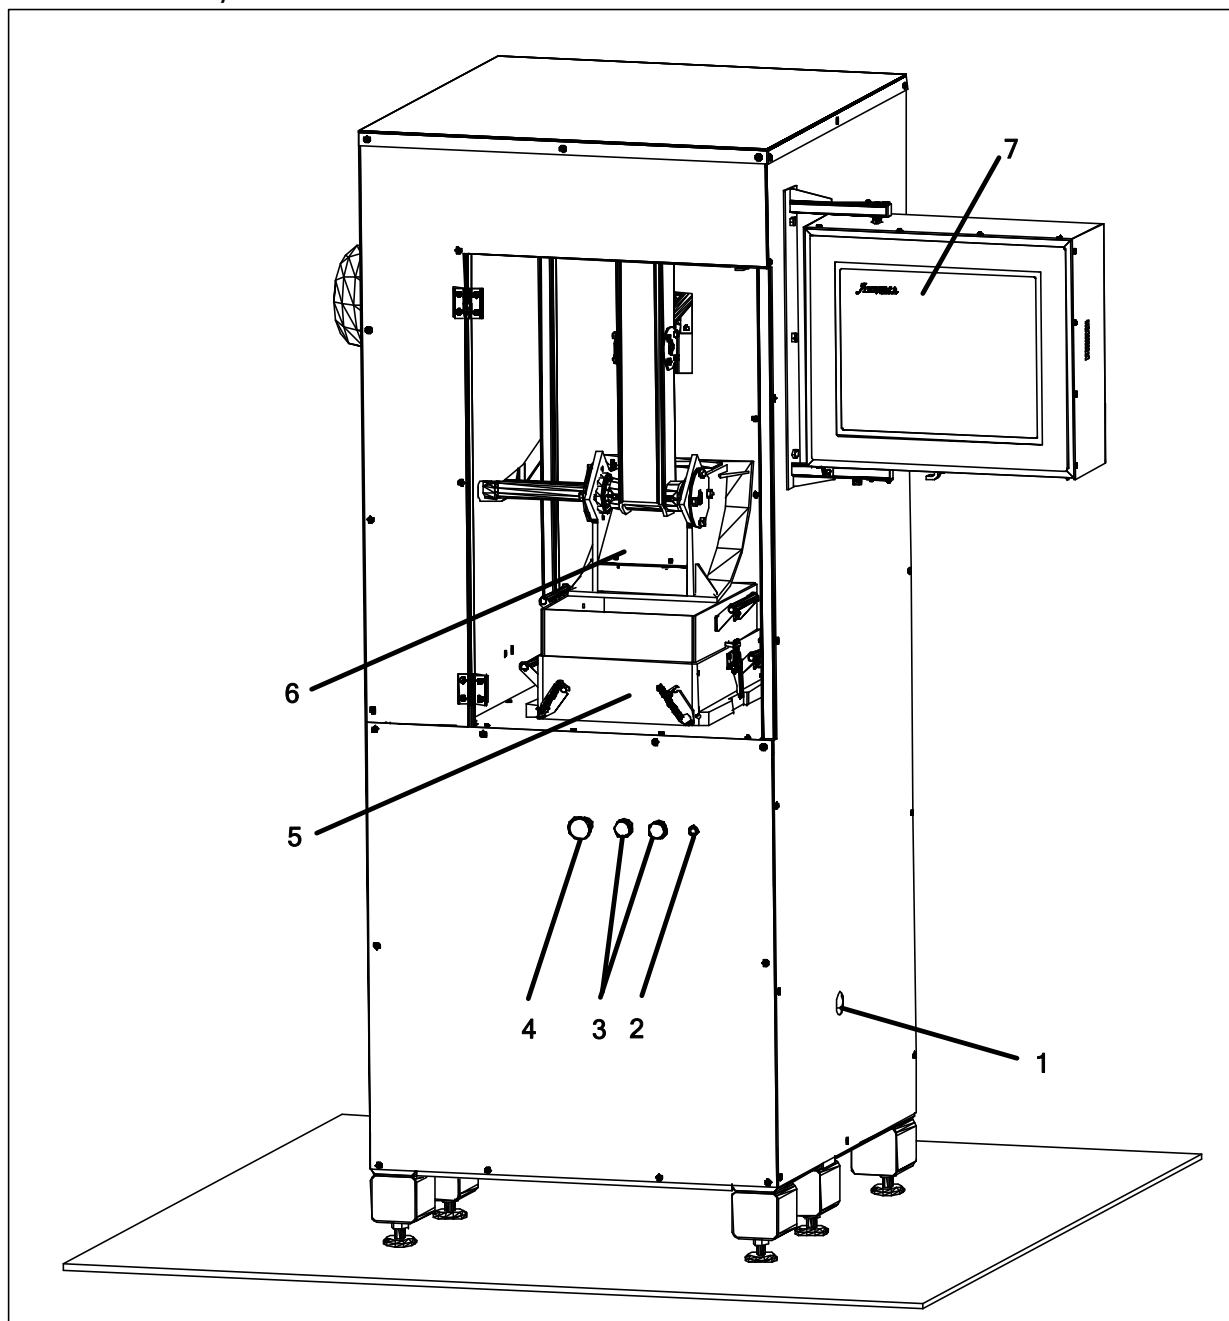

Рисунок 1 – Общий вид установки
- 3.3.3 Включить автомат и нажать кнопку включения. При этом загораются индикаторы питания (см. рисунок 1, страница 4) и происходит загрузка управляющей программы.
4.4.2 Проверить, что кнопка аварийного останова отжата (см. рисунок 1, страница 4, поз.4).